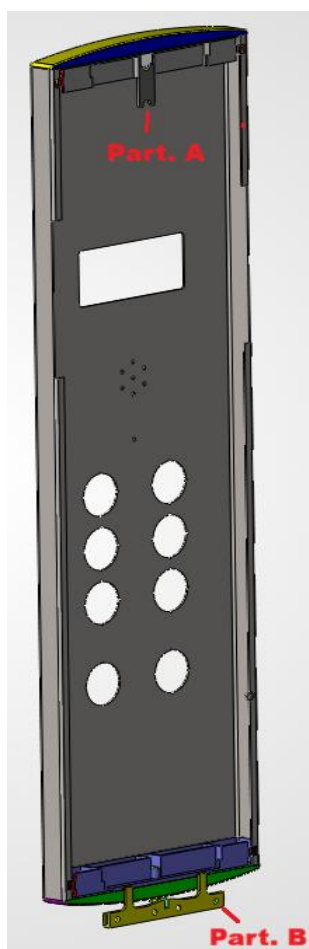

Fig. 2 — Pulsantiera con Part. A (staffa inferiore) e Part. B (codina)
2. Accoppiare i due elementi: inserire i denti della staffa nelle apposite sedi sulla testata inferiore della pulsantiera (Fig. 2 e 2.1).